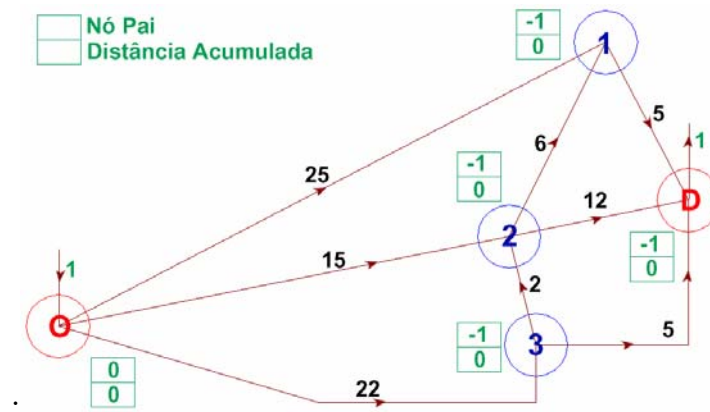

Figura 7: Preenchimento inicial das etiquetas.
Em seguida, deve-se preencher as etiquetas com os valores iniciais para cada nó: para o nó inicial, indica-se ele mesmo como pai (0) e em todos os outros indica-se "sem pai" (-1). Indica-se a distância acumulada igual a 0 em todas as etiquetas. O resultado desta etapa pode ser visto na figura 7.